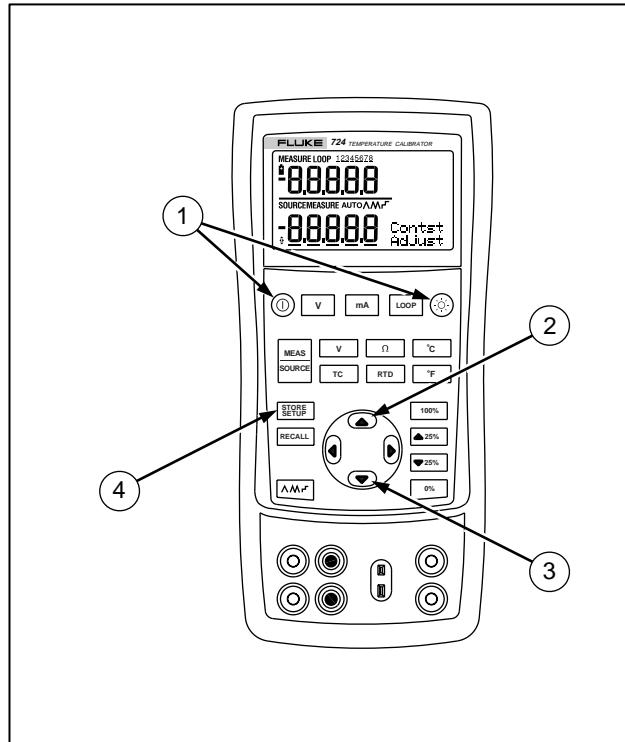

图 6. 调整对比度
1. 按 **(◎)** 键及 **(◎)** 键，直到显示“对比度调整”，如图 6 所示。